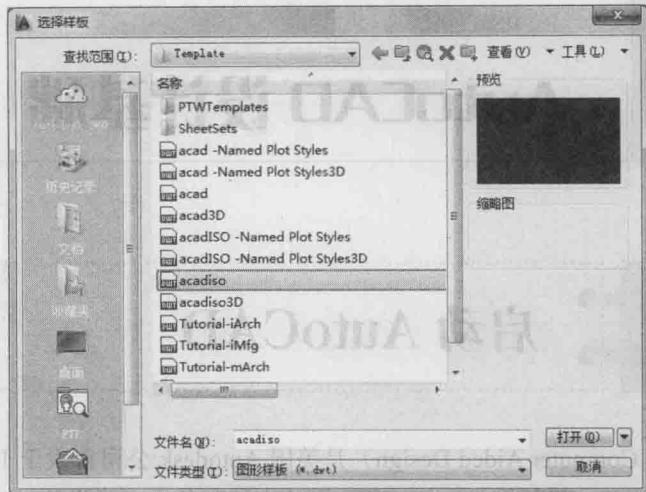

图 1-2 【选择样板】对话框
(1) 选择【文件】|【新建】命令，弹出【选择样板】对话框。在样板列表框中选择【acadiso】样板，如图 1-2 所示，单击【打开】按钮。
单击【标准】工具栏上【新建】按钮，弹出【选择样板】对话框。在模板列表框中选择样板，如图 1-2 所示，新建文件。